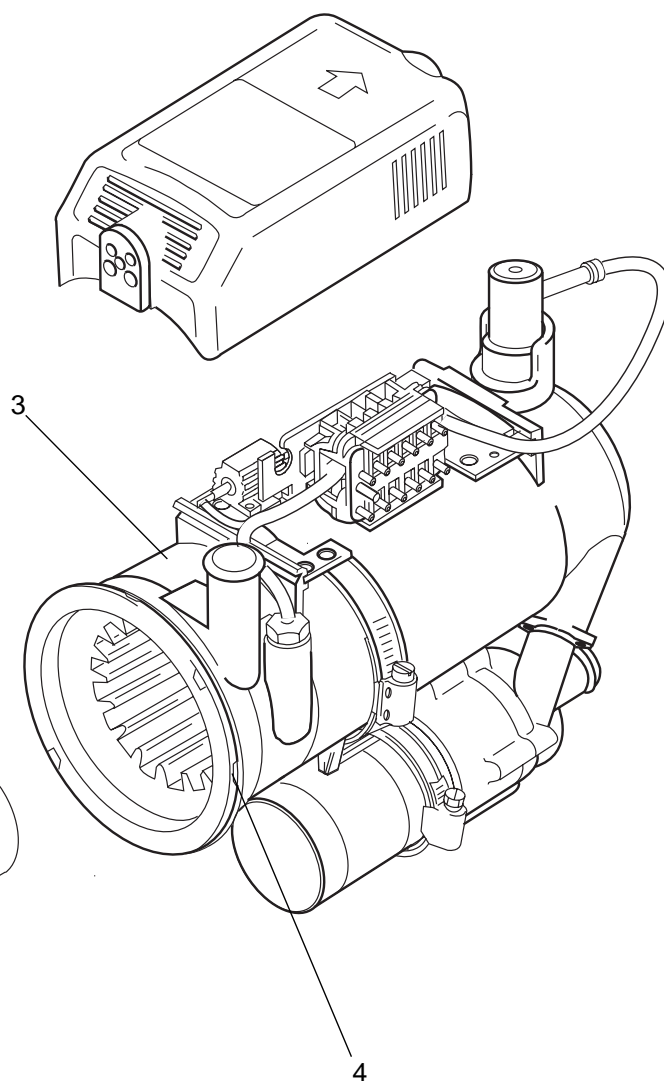

Abb. 906 Wechsel des Brennerkopfes mit Brennerrohr
6. V-Spannschelle (2, Abb. 906) entfernen.
7. Mit zwei Schraubendrehern an der Aussparung (4) ansetzen und Brennerkopf (1) aushebeln und entfernen.
1. Brennerkopf (1, Abb. 906) mit Brennrrohr in Zusammenbau bringen. Zwischen Brennerkopf und Wärmeübertrager (3) Copaslip (Ident-Nr. 105898) auftragen.
2. Brennerkopf (1) mit Brennrrohr in Wärmeübertrager (3) schieben und ggf. ausrichten.
3. V-Spannschelle (2) befestigen und mit 4,5 Nm anziehen.